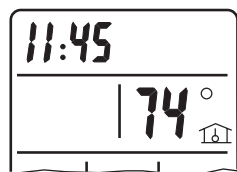

Figure 10 — Indicateur de température de la pièce sur l'écran de la télécommande
- Appuyer sur le bouton ROOM (pièce). La température actuelle de l'air de la pièce sera affichée pendant plusieurs secondes puis disparaîtra. Voir Figure 10.